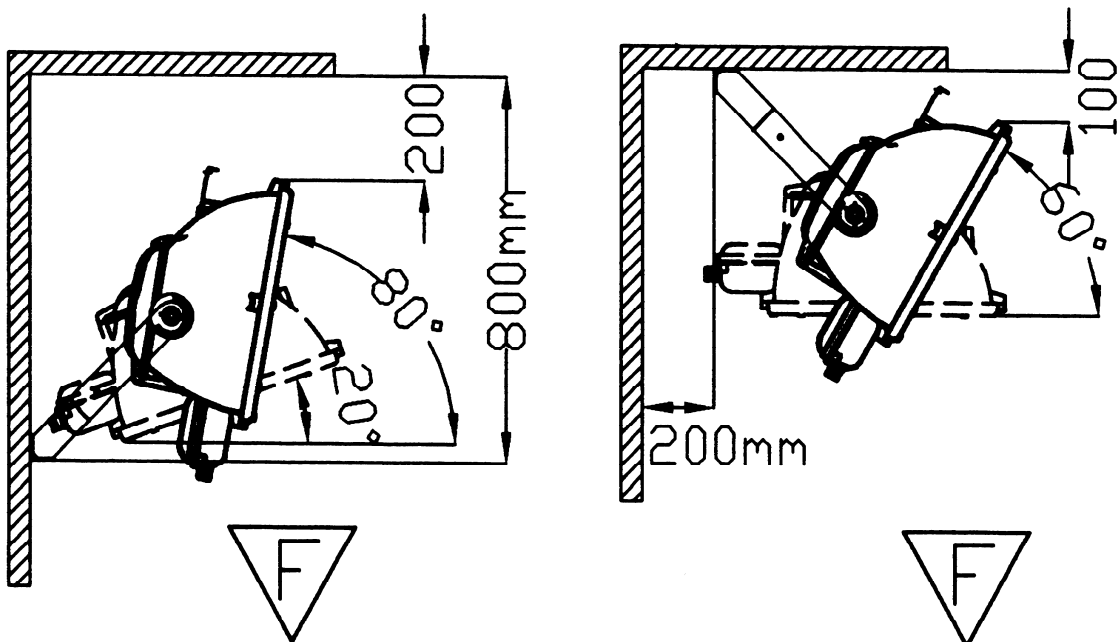

Abb. 2: Mindestabstände auf entflammaren Materialien.
- Bei Montage auf entflammaren Materialien (DIN 4102) sind Mindestabstände wie in Bild 2 einzuhalten.
- Der Scheinwerfer kann auf entzündbaren Oberflächen montiert werden, wenn die Montageabstände gemäß Abb. 2 eingehalten werden